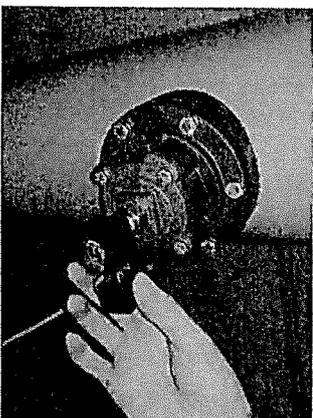

Fig. 1
7. Smontare con delicatezza la clip seeger per permettere lo smontaggio della bobina e del cablaggio elettrico come mostrato nella fig. 1. Per facilitare l'operazione utilizzare una pinza seeger per sganciare la linguetta superiore.